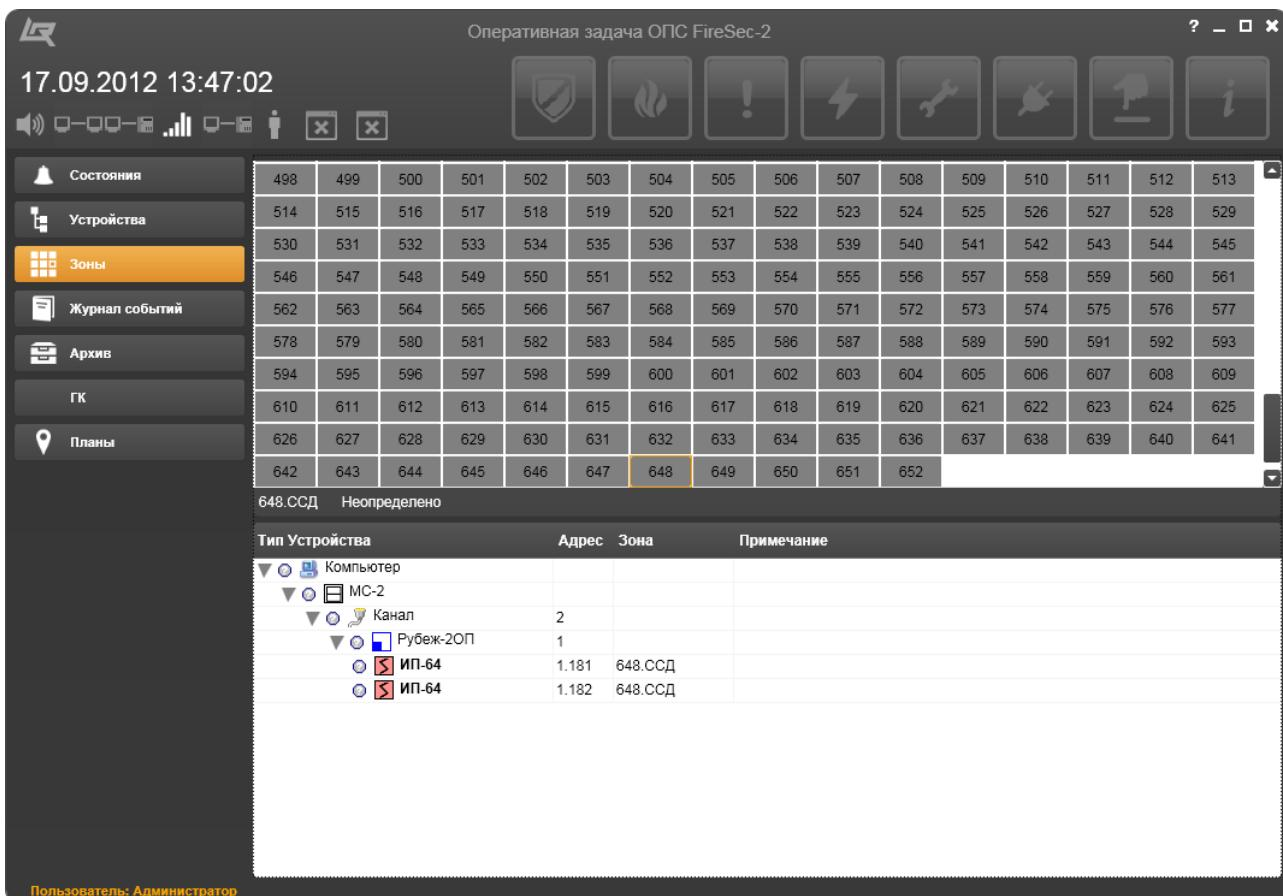

Рисунок 15.22 – Ветвь дерева устройств зоны
- **Показать в дереве**, выбор которой открывает окно (Рисунок 15.22) с полем зон, в котором выделен цветом прямоугольник рассматриваемой зоны, под полем – номер и название этой зоны, а также её состояние. В нижней части рабочей области – ветвь дерева устройств, принадлежащих этой зоне;